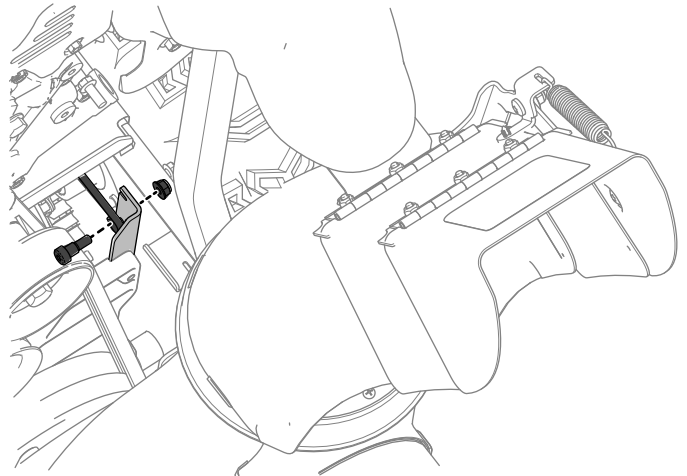

Figura 10
3. Conecte el otro extremo de la varilla a la placa de tracción nueva usando un perno y una tuerca (incluidos en este kit) (Figura 10).